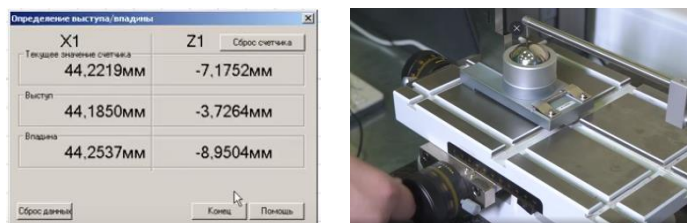

Рис. 5. Окно «Обнаружение выступов и впадин»
- 4) Старт калибровки без предварительного обнаружения выступов и впадин (рис. 5).